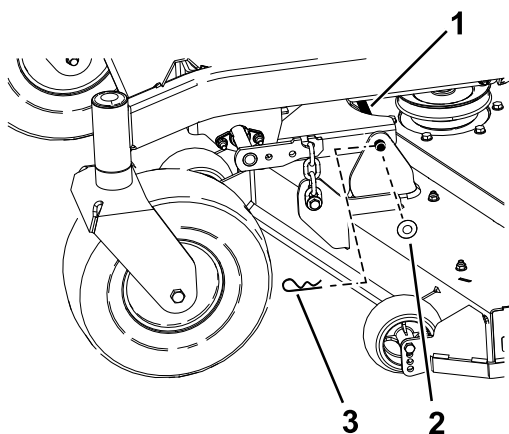

Figura 76
6. Îndepărtați tiftul în formă de agrafă i piulia care fixează bolul de articulație pe cadru i punte i îndepărtați bara articulată (Figura 76).
9. Fixai bolul de articulaie cu tifturile în formă de agrafă i piuliele îndepărtate anterior (Figura 76).